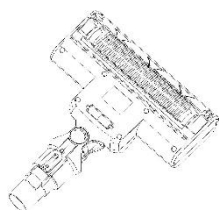

Рис.20
1. Сдвиньте фишку замка на заднюю часть щетки. (рис.20)